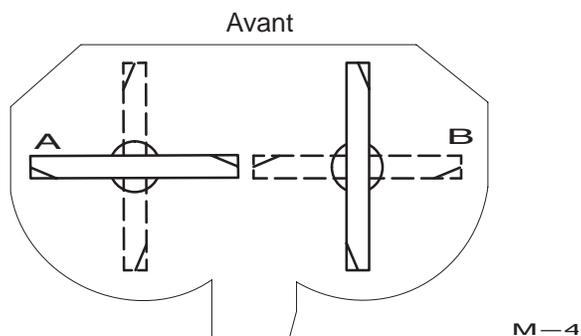
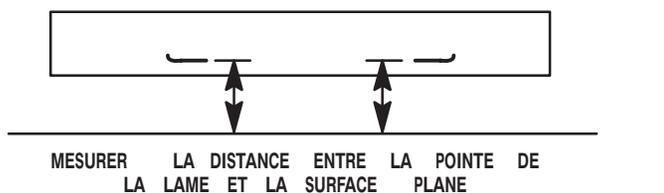

Figure 54
Figure 55
2. Tournez les lames pour qu'elles soient parallèles dans le sens transversal (Fig. 54). Mesurez la distance aux points "A" et "B" (Fig. 54) entre la surface plane et le tranchant des pointes des lames (Fig. 55).